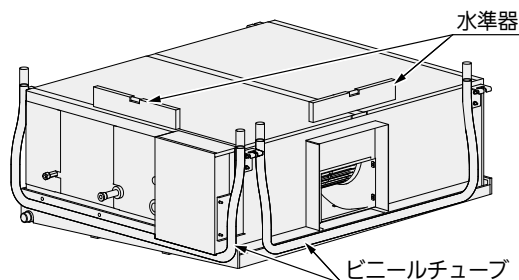

図 6
- 7-4. 室内ユニットを設置する場合、必ず水準器あるいは水を入れたビニールチューブを使用して室内ユニット四隅の水平を確認してください。（図 6）